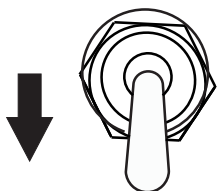

Figure 26. Commutateur de commande du ralenti (ARRÊT)
2. Placer le commutateur de commande du ralenti (Figure 26) en position **ARRÊT**.